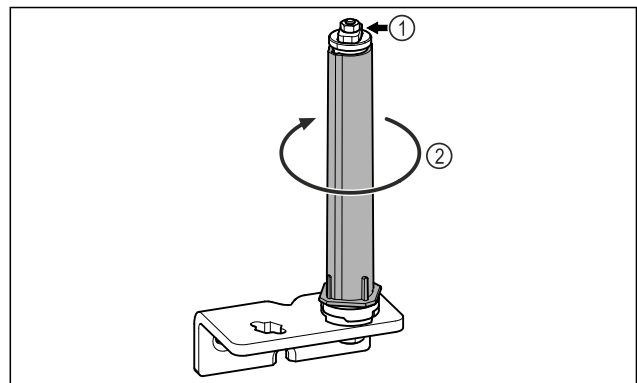

Fig. 21
- ▶ Nerozebírejte uzávěrací systém dvírek Fig. 21 (1).
- ▶ Otáčejte uzávěracím systémem Fig. 21 (2), dokud nezacvakne.